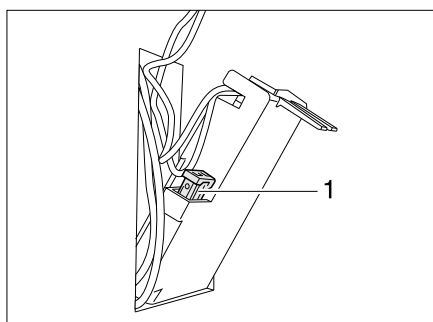

Fig. 303 Fusibile della toilette Thetford
- Sostituire il fusibile (Fig. 303,1).